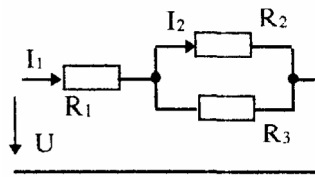

Рис. 2.10.
2.7.15. Визначити струм I_1 , якщо $U=150\text{В}$, $R_1=R_2=R_3=50\text{ Ом}$ (Рис. 2.10)..